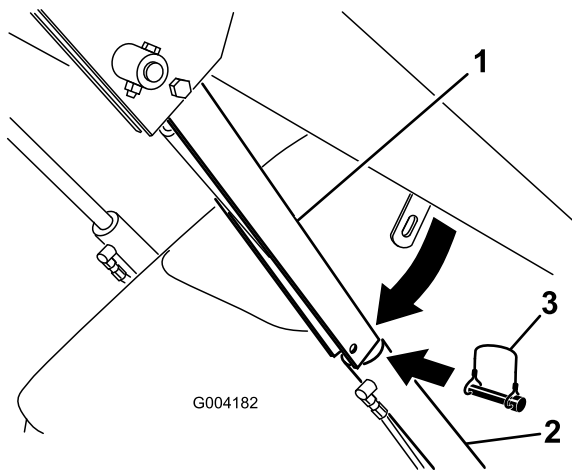

Figure 24
4. Enlevez la goupille à anneau qui fixe le verrou de vérin au bras de la chargeuse (Figure 24).
5. Abaissez le dispositif de blocage sur la tige du vérin et fixez-le en position à l'aide de la goupille à anneau (Figure 24).